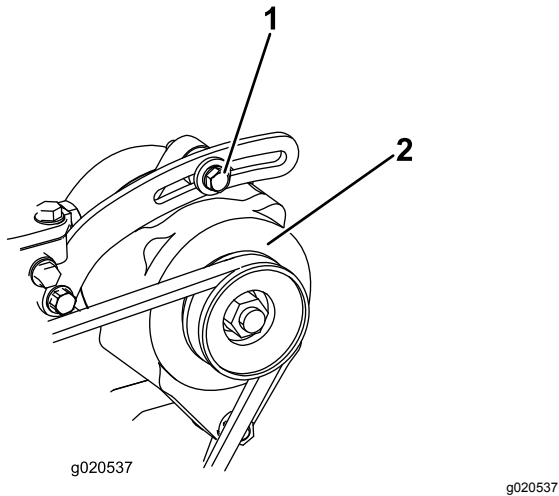

Figure 68
2. Si vous n'obtenez pas une flèche de 10 mm (3/8 po), desserrez les boulons de fixation de l'alternateur (Figure 68).